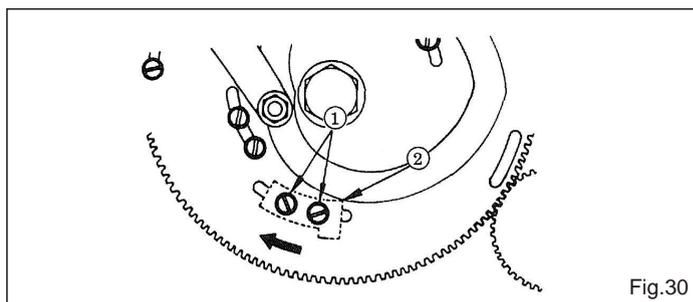

Fig.30
27. TEMPO DE DESCIDA DA FACA (Fig. 30)